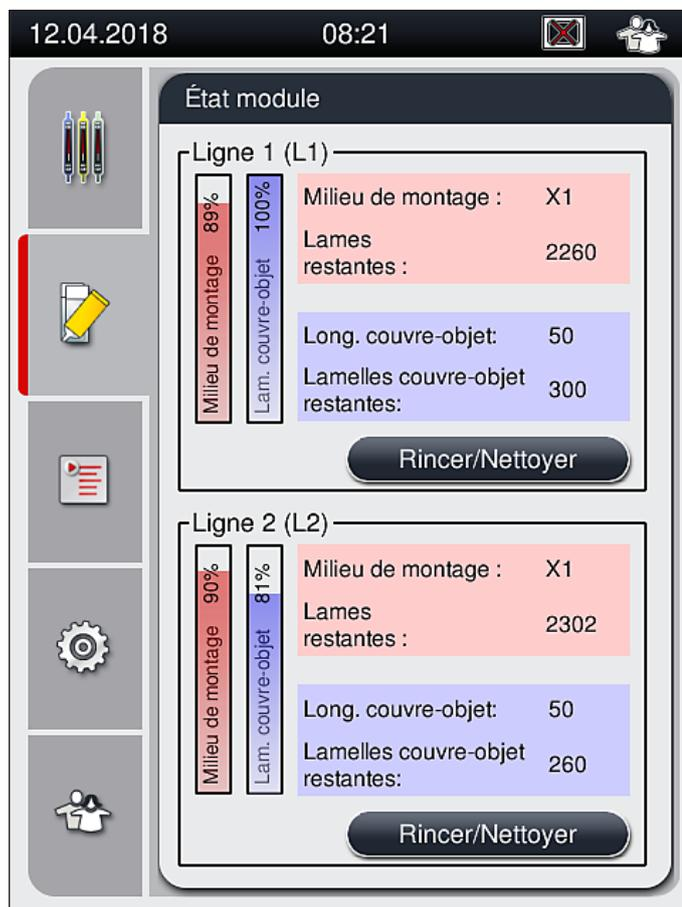

Fig. 53
- Les flacons du milieu de montage qui sont réintroduits sont détectés par le logiciel de l'appareil, et l'État module (→ Fig. 53) est actualisé.